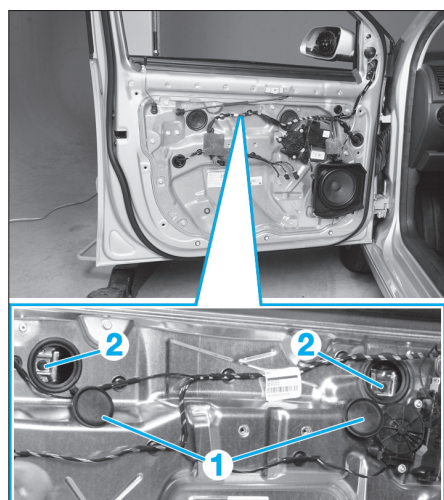

Fig. 61
- Oter les capuchons (1) (Fig.61).